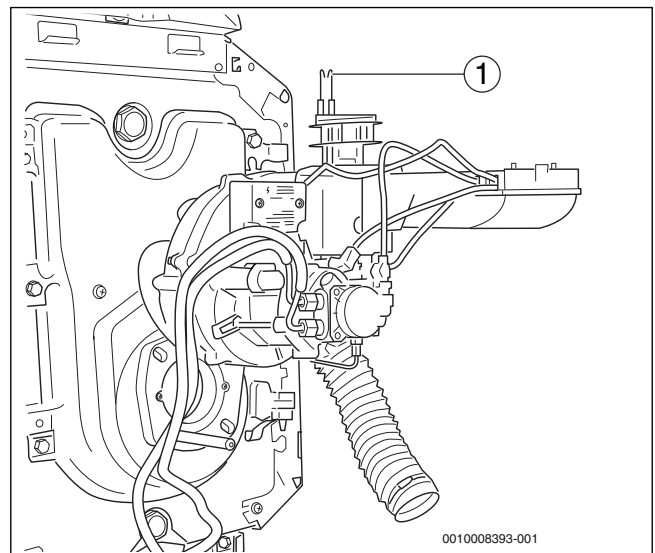

Fig. 33 Colocar el quemador en la posición de servicio
- ▶ Colocar el quemador en la posición de servicio (→fig. 33).